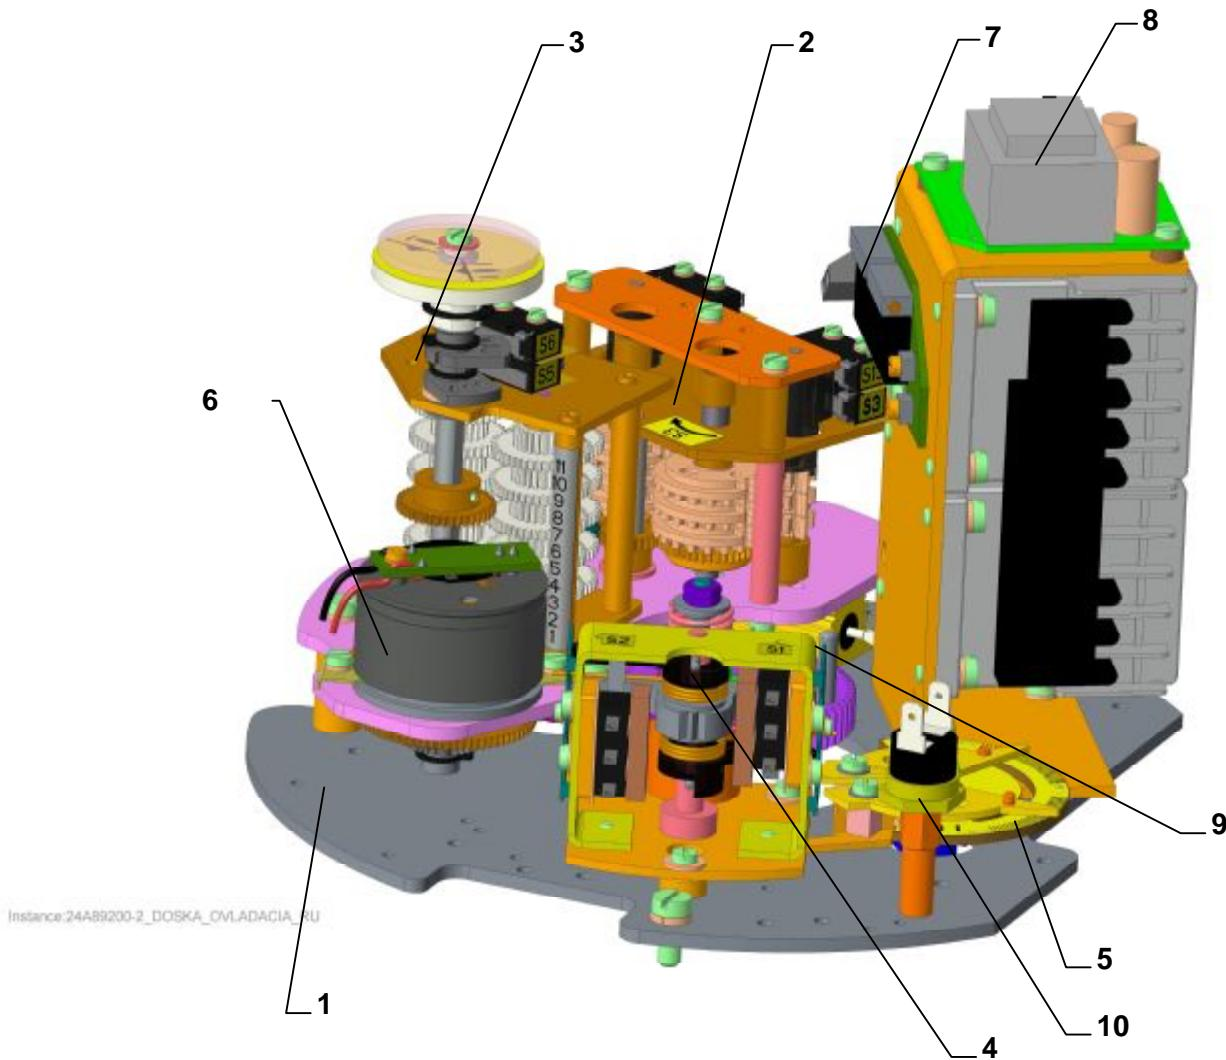

Рис. 3 – МО 3-Ex – МО 3.5-Ex
Модуль помещен в верхней части ЭП и создает самостоятельное функциональное целое. Верхнюю часть образует кожух шкафа управления с отверстием показателя положения. Нижняя часть коробки управления заключает шкаф силовой передачи и создает несущую часть передачи для управляющей платы (1) (рис.3 - 3с), которая содержит :
- блок положения (2) (рис.3,3а,3с)
- блок сигнализации с передачным звеном и показателем положения (3) (рис.3,3а,3с)
- блок моментного выключения (4) (рис.3 - 3с) с моментным ключом (5) (рис.3,3а,3с)
- блок датчика (6) с электронным датчиком положения (7) и с источником (8) (для спецификации ЭП) (рис.3,3а,3с)
- отопительный элемент (9) с тепловым реле (10) (рис.3,3а,3с)
Рис. 3а –МО 4-Ex
Рис. 3б –МО 4-Ex
Рис. 3с – МО 5-Ex